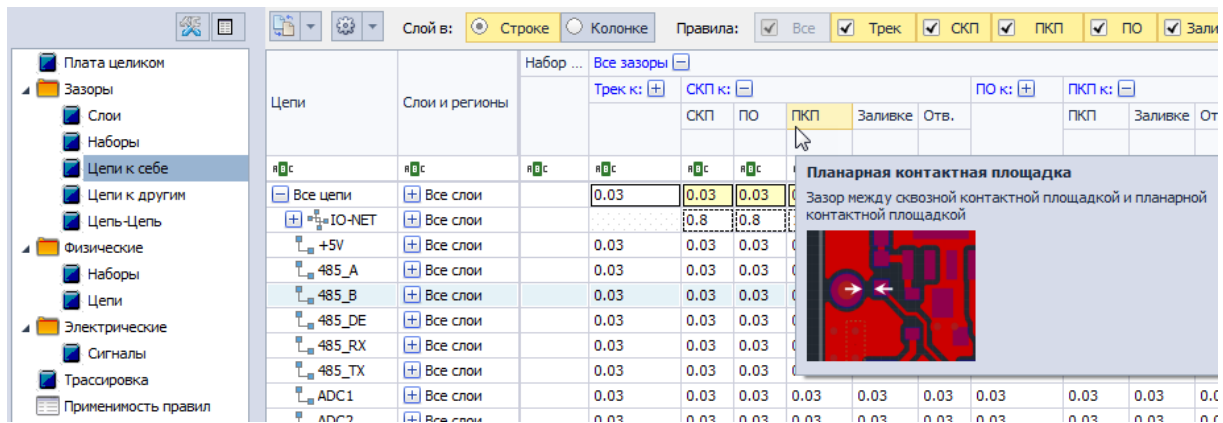

Рис. 13 Зазор между сквозной контактной площадкой и планарной контактной площадкой
- Зазор между СКП и ПКП обозначается как «СКП к ПКП», Рис. 13.